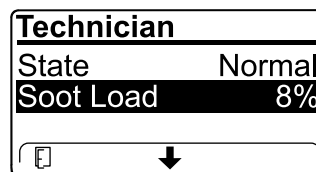

Figura 36
- Verificate il carico di fuliggine misurato come percentuale di fuliggine nel FAP (Figura 36); fate riferimento alla tabella del carico di fuliggine.